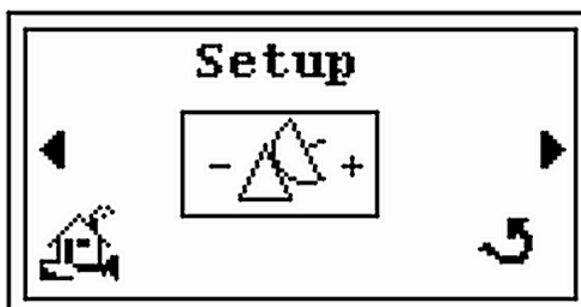

Figura 2-40 Schermata Setup (Impostazione)
3. Premere ► per visualizzare la schermata *Setup* (Impostazione) (Figura 2-40).